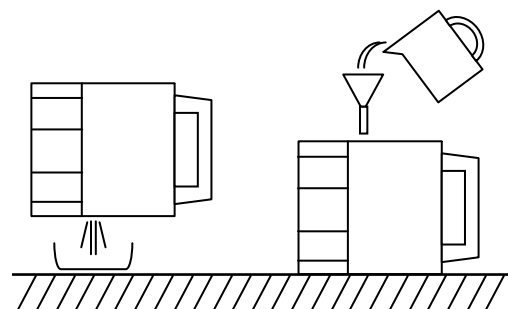

図 5
- (1) ご使用の前に必ず絶縁抵抗の測定をしてください。絶縁抵抗値は $1\text{M}\Omega$ 以上あれば運転に支障ありませんが $1\text{M}\Omega$ 以上あっても、急に低下し始めているものは異常と考えられますので修理が必要です。
- (2) 運転中の電流値、電流計のふれを点検してください。ふれの大きい場合は異物をかみ込んでいる恐れがあります。付着した異物を取り除いてください。
- (3) 吐出し量が急激に減少している場合には、吸込口(ストレーナ部)に異物がつまっている恐れがあります。付着した異物を取り除いてください。
- (4) ポンプ性能が徐々に低下した場合は、ケーシングや羽根車の摩耗が考えられます。各部を点検し摩耗している部品は早期に交換してください。
- (5) 使用後に、メカニカルシールの潤滑油を点検・交換して頂きますと、メカニカルシールの寿命が長くなります。この際、潤滑油に水が浸入し、白濁している場合は、メカニカルシールの不良ですので交換が必要です。潤滑油交換時には図 5 のように注油栓を上にし、ポンプを水平に置いて表 2 に示す潤滑油を必ず規定量注油してください。この時ポンプをゆすったりして、規定量以上注油しますと、メカニカルシール室の内圧上昇により、シール寿命が著しく低下します。注油後はシールワッシャを介し、注油栓を十分に締付けてください。